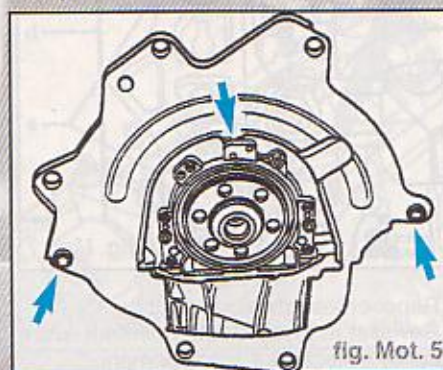

fig. Mot. 5
- flasque d'étanchéité et la faire glisser sur les manchons d'ajustage (fig. Mot. 5).
- Accrocher la plaque intermédiaire au flasque d'étanchéité et la faire glisser sur les manchons d'ajustage (moteur 1,8 l) (fig. Mot. 5).